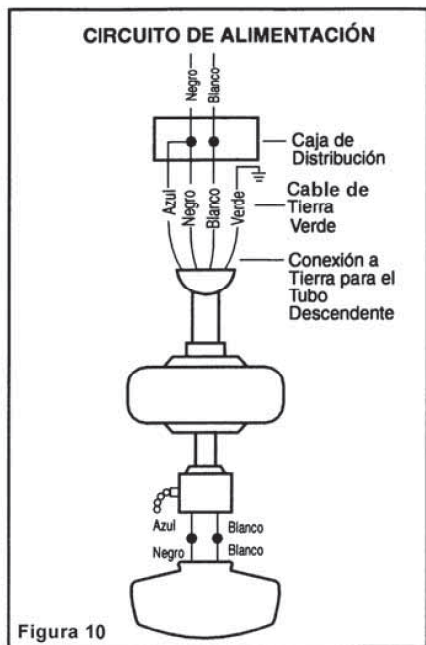

Figura 10
Paso 3 Conectar el cable de suministro del ventilador (cable negro) y el cable del ventilador (cable azul) al cable negro del circuito eléctrico de la casa como muestra la Figura 10.